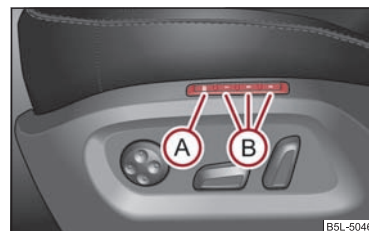

Fig. 64 Asiento del conductor: Teclas de memoria y la tecla SET
- Pulse la tecla **SET** **(A)** ⇒ fig. 64.
de memoria (B) ⇒ fig. 64 se puede asignar una posición individual, es decir, tres en total. Después de pulsar la correspondiente tecla de memoria (B), el asiento y los retrovisores exteriores adoptarán automáticamente las posiciones asignadas a esta tecla ⇒ página 74.
- **Breve pulsación:** Pulse brevemente la tecla de memoria deseada (B) ⇒ página 73, fig. 64. El asiento y los retrovisores exteriores adoptarán automáticamente las posiciones memorizadas (esto sólo es válido si el encendido está conectado y la velocidad es inferior a 5 km/h).
- **Larga pulsación:** Pulse y mantenga la tecla de memoria deseada (B) pulsada hasta que el asiento y los retrovisores exteriores se hayan desplazado a las posiciones memorizadas.